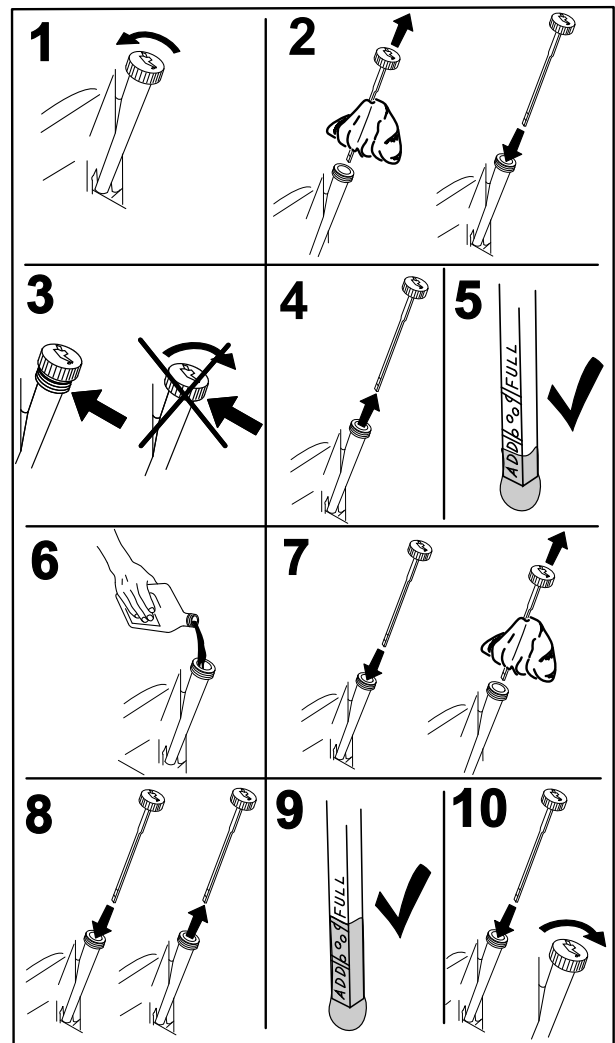

Bild 44
4. Stellen Sie vor dem Verlassen des Fahrersitzes den Motor ab, ziehen Sie den Schlüssel ab und warten Sie, bis alle rotierenden Teile zum Stillstand gekommen sind (Bild 44).